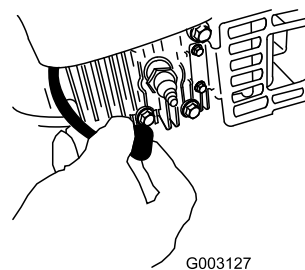

Figura 26
2. Scollegate il cappello dalla candela (Figura 26).